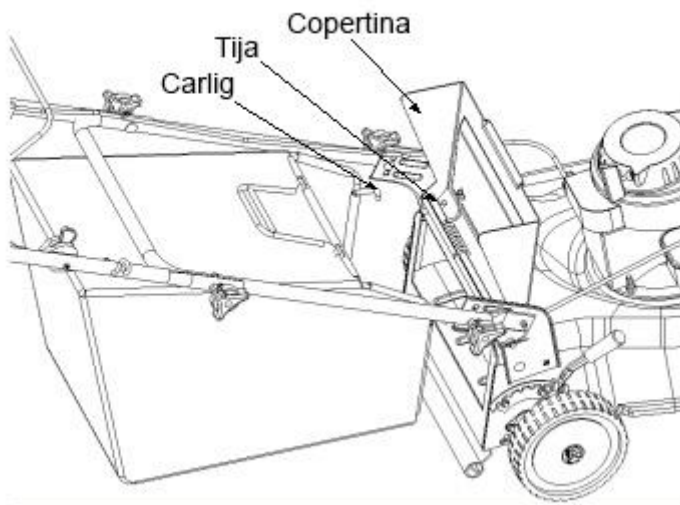

FIG. 8
**Le sac de ramassage (Voir FIG. 8)**